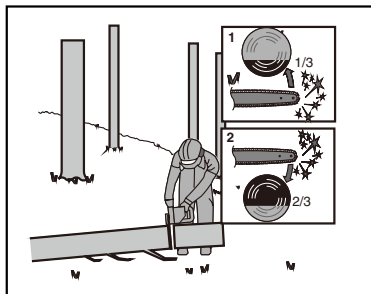

Bild 4
När stocken stöttas i ena änden, så som visas på bild 4, såga in 1/3 diameter från undersidan (kapning från undersidan) (1).